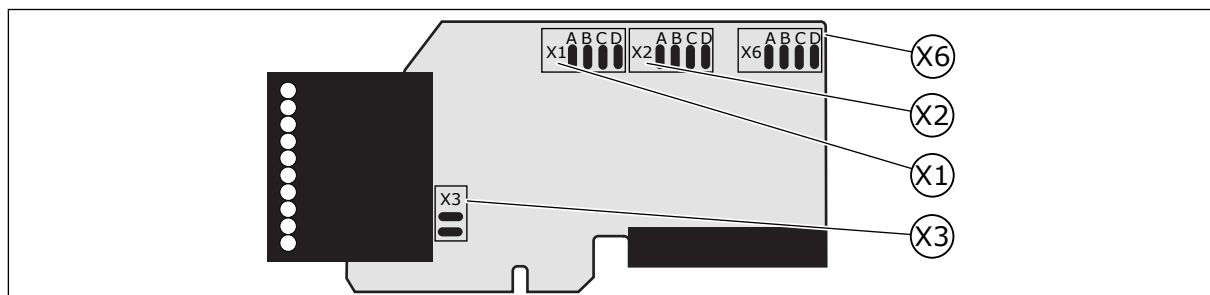

Fig. 26: Blocchi jumper su OPTA1
*) Vedere Fig. 26 Blocchi jumper su OPTA1.
Sulla scheda base A1 sono presenti 4 blocchi jumper: X1, X2, X3 e X6. Ciascun blocco jumper contiene 8 piedini e 2 jumper. Vedere le possibili selezioni jumper nella Fig. 26.